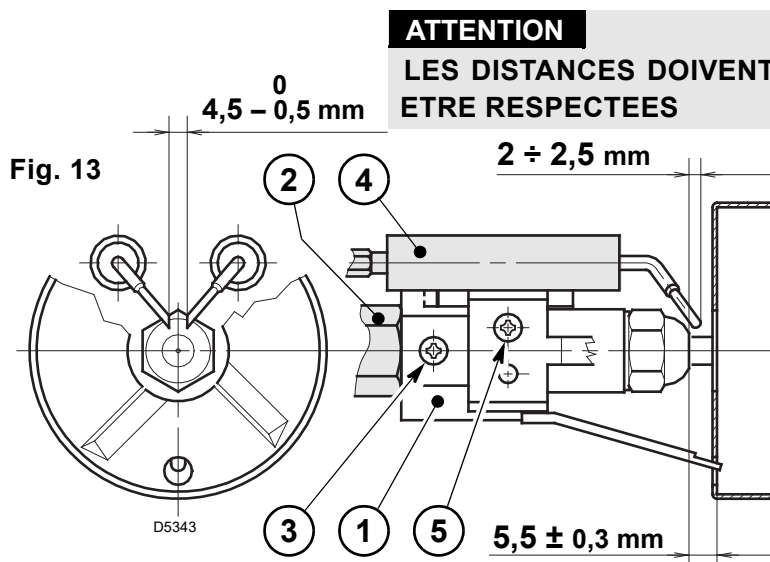

Fig. 13
- Accrocher le brûleur à la bride (1), enlever le gueulard (2) après avoir desserré les vis (3).
- Débrancher les câbles (4) des électrodes, enlever de la ligne porte gicleur le support de l'accroche flamme (5) après avoir desserré la vis (3, Fig. 13, page 7).
- Visser correctement le gicleur (6) en le serrant comme indiqué en figure.
– Débrancher les câbles (4) des électrodes, enlever de la ligne porte-gicleur (1) le support de l'accroche-flamme (9) après avoir desserré la vis (3, Fig. 13).
– **Visser correctement le gicleur (10) en le serrant comme indiqué en figure.**
4.2 REGLAGE DES ELECTRODES (voir Fig. 13)